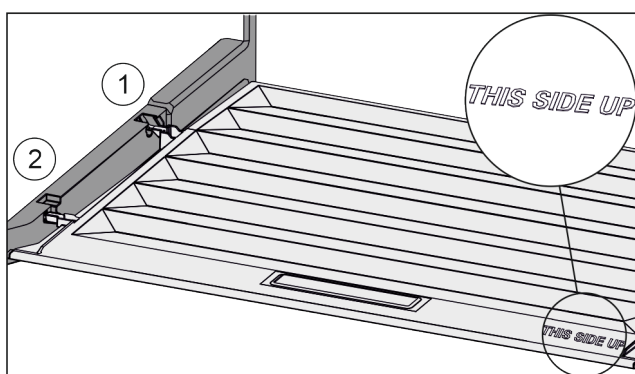

Fig. 41
- Inserire le nervature del coperchio attraverso l'apertura del supporto posteriore Fig. 41 (1) e innestare anteriormente nel supporto Fig. 41 (2).